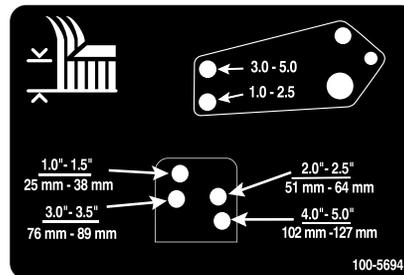

Figura 24
11. Allineate i fori dei tiranti di smorzamento con i fori della staffa per l'altezza di taglio desiderata sul telaio dell'apparato di taglio (Figura 24), inserite i perni con testa e montate le coppiglie.